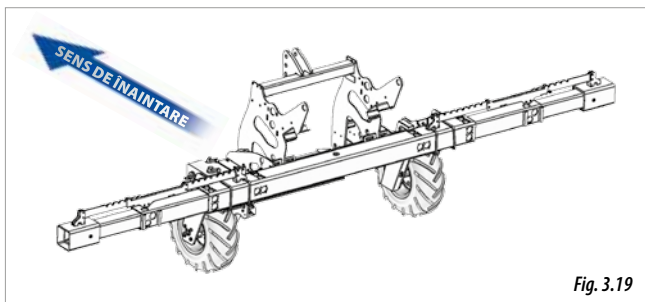

Fig. 3.19
- TELESCOPIC HIBRID SIMPLU (Fig. 3.19).